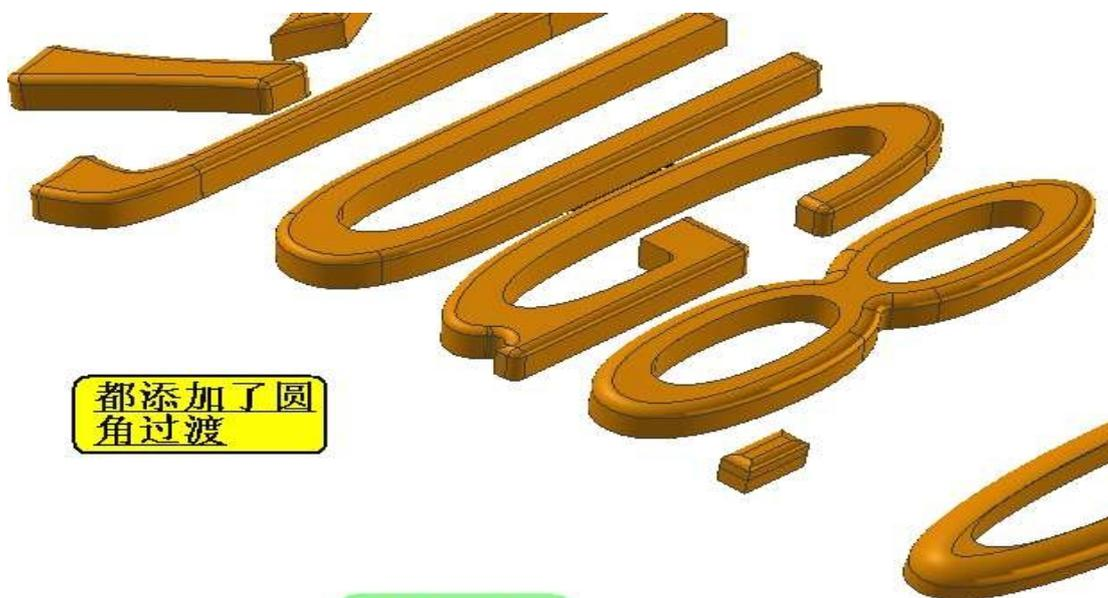

图kkezi16
- 8, 做片体加厚: 点击主菜单栏中的 **插入(S)** → **偏置/缩放(O)** → **加厚(T)** 命令弹出 **加厚** 对话框: 按照下图 kkezi16 所示的设置, 选择所有的字体片体 (注意: 选择时也是一个片体选择完成后按中
键确定，再继续选择其它的片体，直至全部选完为止）。 **确定** 完成后的效果如下图 kkezi16 下部所示。